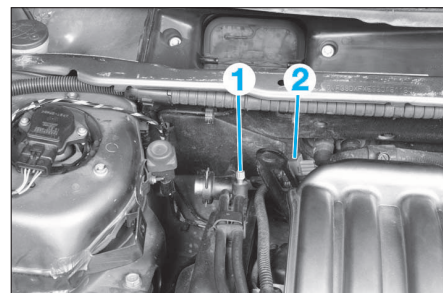

FIG. 54
- Faire chuter la pression d'essence en branchant l'extrémité de l'outil [1] sur la valve SCHRADER (1) (Fig.54) et récupérer l'essence dans un récipient.